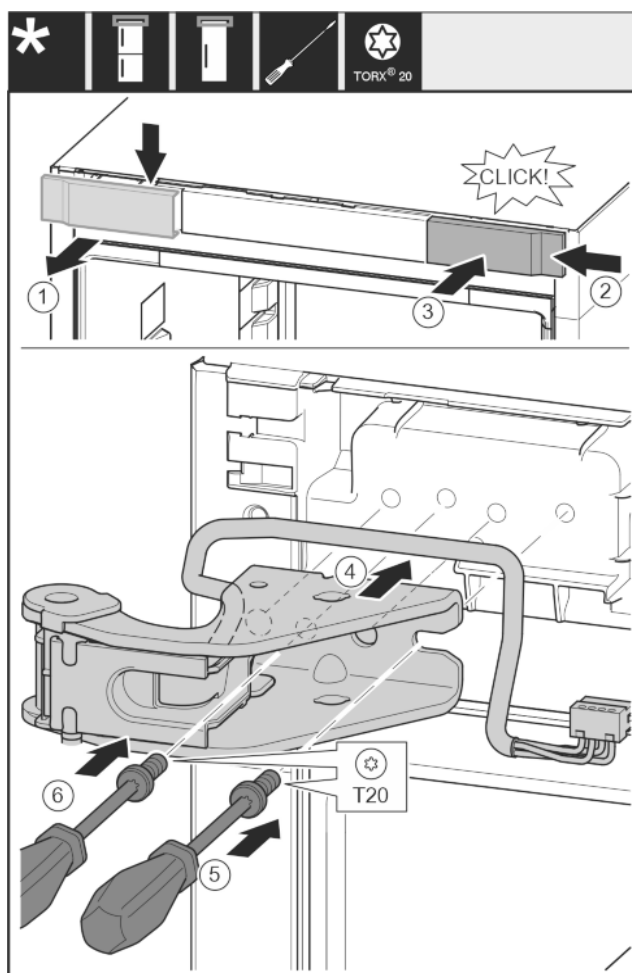

Fig. 25
- Retirer le couvercle du haut vers l'avant. Fig. 25 (1)
- Accrocher le cache tourné de 180° de l'autre côté à droite. Fig. 25 (2)
- Encliqueter le cache. Fig. 25 (3)
- Mettre en place le support de palier supérieur. Fig. 25 (4)
- Mettre en place la vis avec un tournevis T20 et la serrer. Fig. 25 (5)
- Mettre en place la vis avec un tournevis T20 et la serrer. Fig. 25 (6)